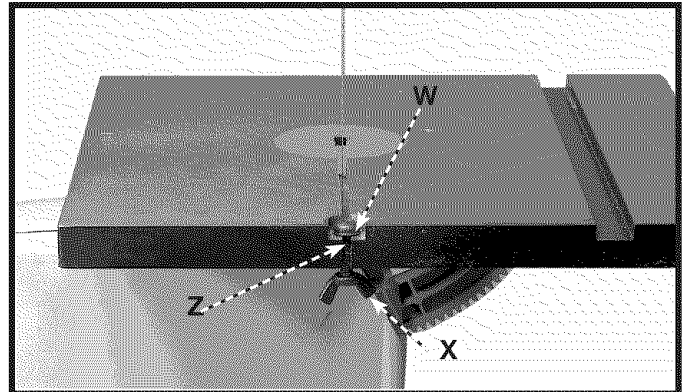

Fig. 17
2. Retirer la vis d'arrêt, la rondelle et l'écrou papillon de la rainure de la table (consulter la fig. 17 pour les détails). Veuillez prendre soin de ne pas perdre ces pièces.
- Remettre la vis (W) fig. 17, qui a été retirée à l'ÉTAPE 2, dans le trou de la table. Enfiler une rondelle plate M6 (Z) sur la vis M6 x 30 mm puis visser l'écrou papillon M6 (X) sur la vis (W) et serrer solidement.